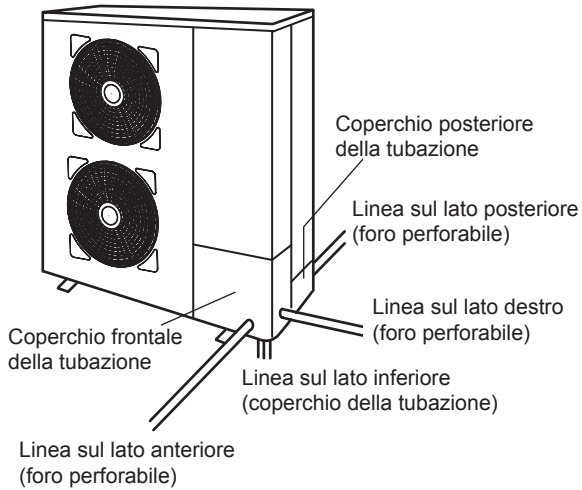

Fig. 5.1 Direzione delle tubazioni
- (4) Il collegamento dei tubi può essere eseguito da 4 direzioni, come mostrato nella Fig. 5.1. Praticare un foro incompleto nel coperchio della tubazione anteriore o nella base inferiore per consentire il passaggio dei tubi.